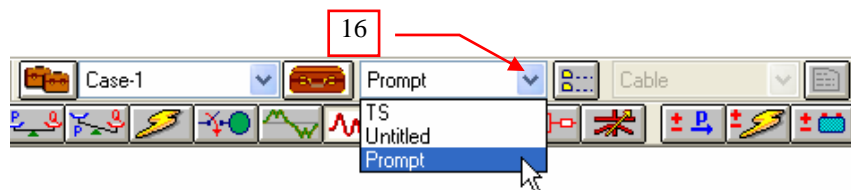

図 10
16. それでは、シミュレーションを実行します。“スタディケース” ツールバーの “出力レポート” プルダウンボックスから “Prompt” を選択します。“Prompt” はスタディケース “Case-1” でシミュレーションを実行した時に出力レポート名を変更できます。 図 10 参照